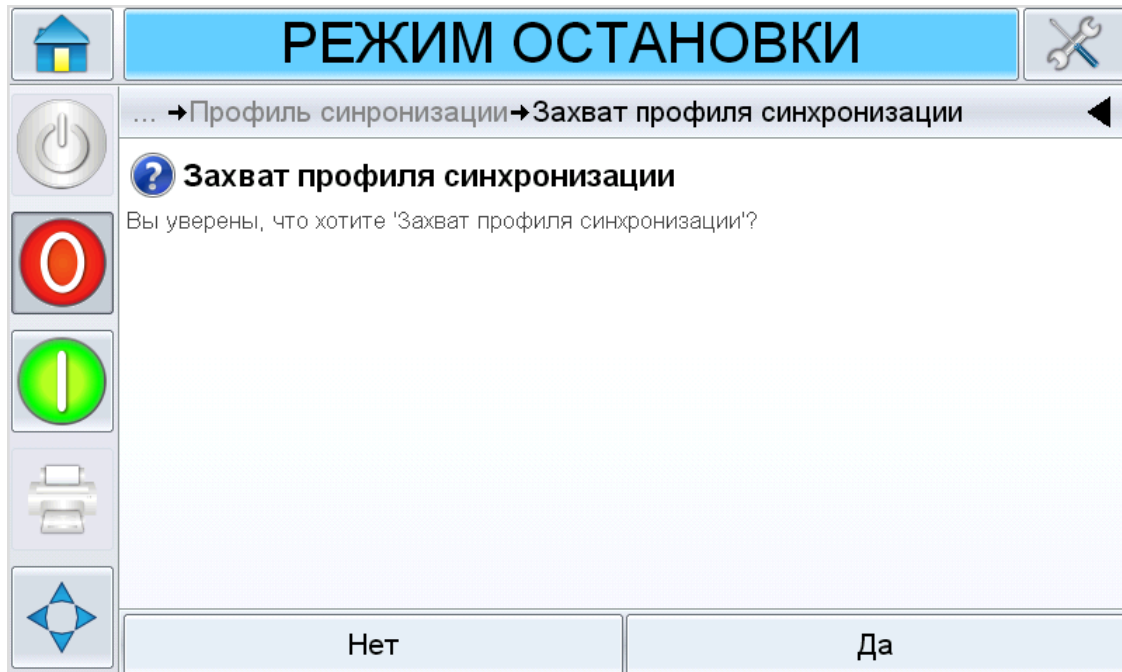

Рис. 5-17: Экран Capture Encoder Profiles (Захват профиля энкодера)
3. После завершения настройки, нажмите кнопку Capture Encoder Profile (Захватить профиль энкодера) для начала захвата профиля. Откроется экран Capture Encoder Profile (Захват профиля энкодера) (Рис. 5-17).